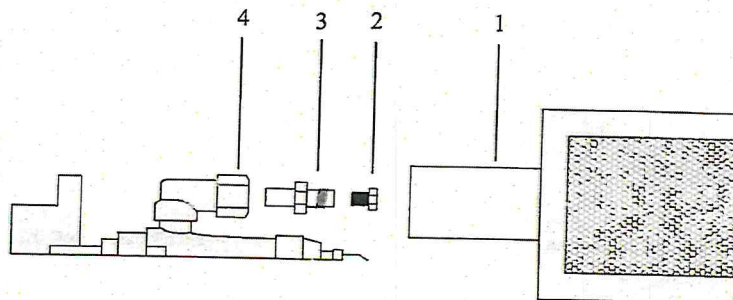

FIG.11 (Rubinetto gas) / (Gashahn)
- 5) Rimuovere il porta ugelli (FIG.11-Rif.3);
- 6) Svitare l'ugello dal portaugelli (FIG.11-Rif.2);
- 7) Sostituire l'ugello con quello per il gas utilizzato (FIG.11-Rif.2);
- 5) Den Düsenträger abziehen (FIG. 11 – Nr. 3);
- 6) Die Düse aus dem Düsenträger heraus-schrauben (FIG. 11 – Nr. 2);
- 7) Die Düse gegen diejenige des verwandten Gases auswechseln (FIG. 11 – Nr. 2);